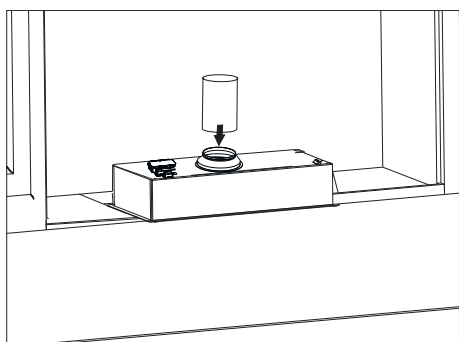

Fig. 11
3. ➤ Montera nu utsugskanalen på stosen och spänn fast denna (Fig 11).